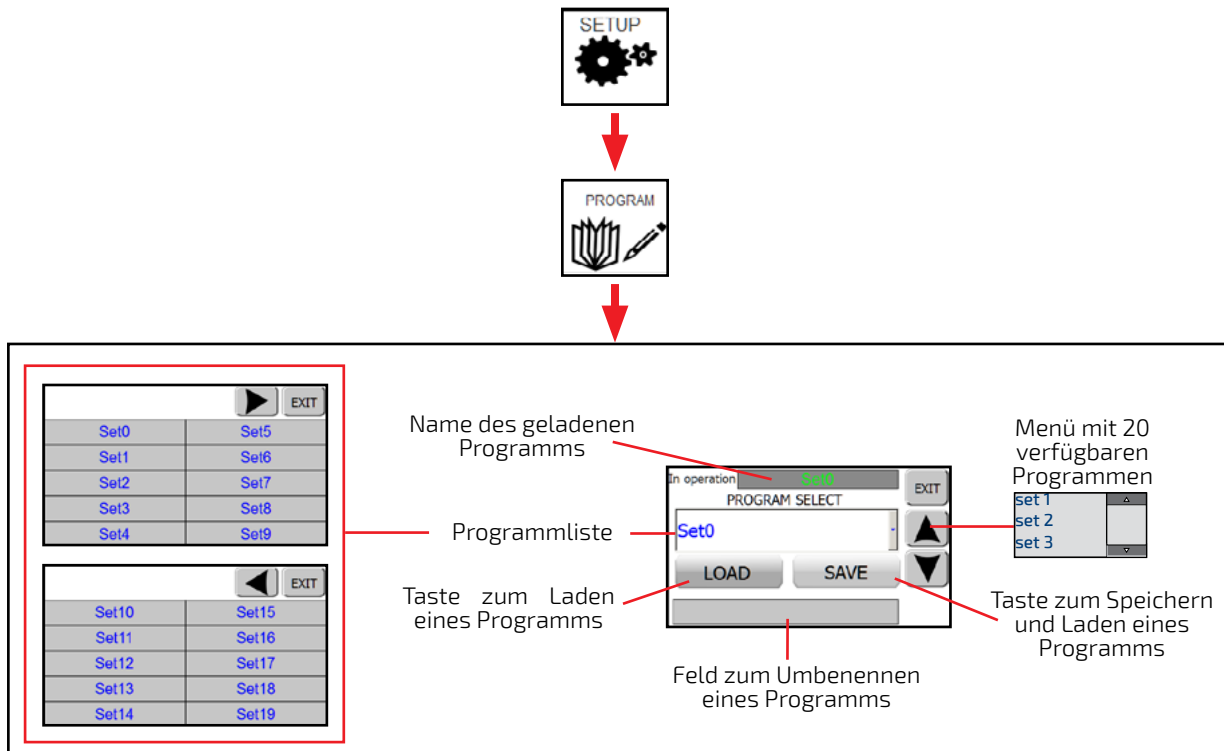

Abb. 12
Um auf die Programmeinstellungen zuzugreifen, tippen Sie auf SET UP auf dem Hauptbildschirm (Abb. 5), dann auf NEXT auf der SET UP-Seite (Abb. 7) und anschließend auf PROGRAM auf dem TIME SETTING-Bildschirm (Abb. 9). Nun wird das Programmfenster geöffnet (Abb. 12).
- Tippen Sie   auf die rechte Seite des Bildschirms und scrollen Sie durch die Programmliste (Abb. 12).
- Tippen Sie auf den Namen des geladenen Programms in blauen Ziffern. Beispiel: Set 0 (Abb. 12). Die erste von zwei Seiten mit der Programmliste wird geöffnet.
3. Wählen Sie das Programm über das Scroll-Menü oder indem Sie auf den Namen des geladenen Programms in blauen Ziffern tippen (Abb. 12).
2. Wählen Sie das Programm über das Scroll-Menü oder indem Sie auf den Namen des geladenen Programms in blauen Ziffern tippen (Abb. 12).